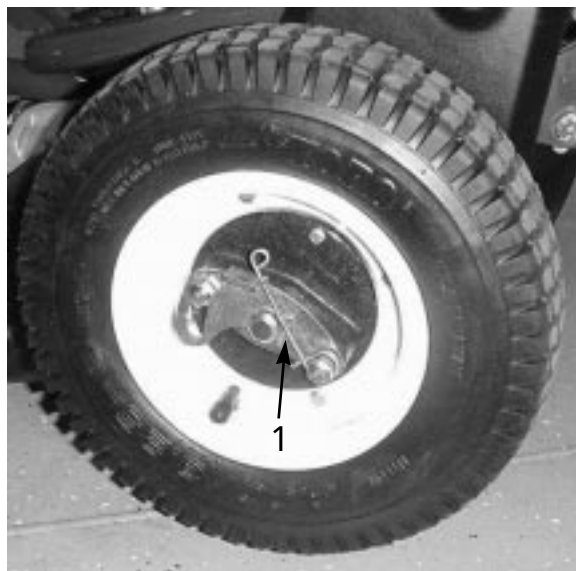

図 7
3. 車輪についているロック・クリップを立てて車軸が通るようにする (図 7)。